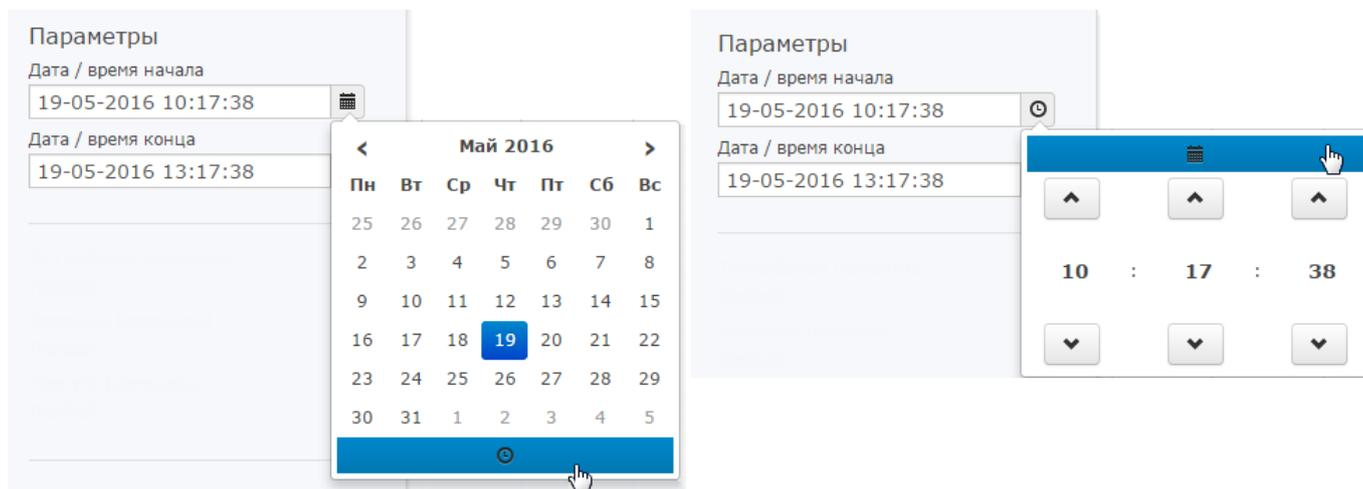

Рисунок 10.80 — Добавление временного интервала
- затем по кнопке  можно перейти к указанию момента времени (рисунок 10.80).